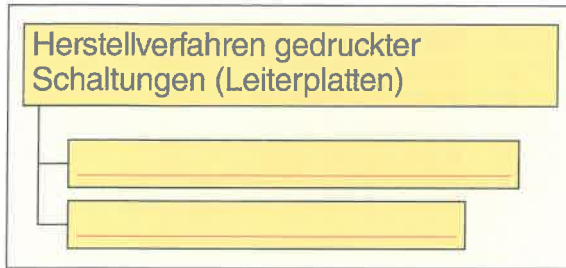
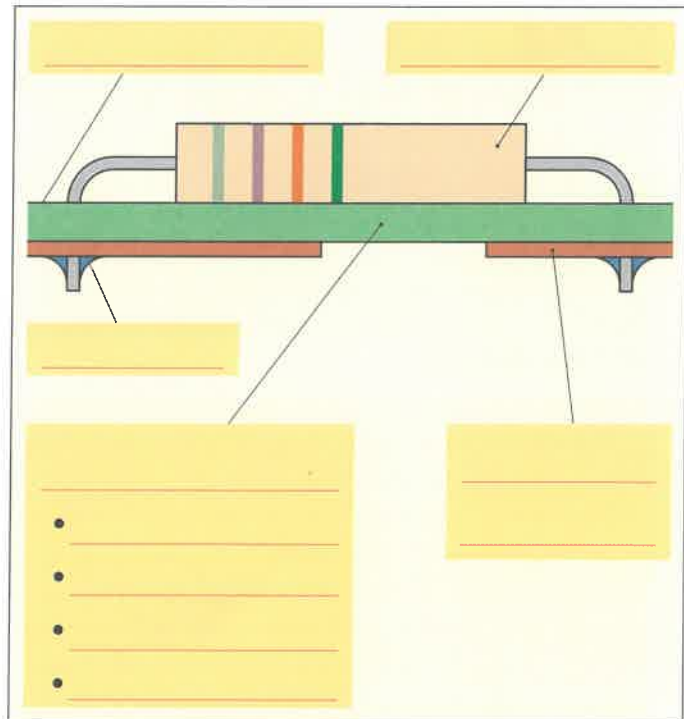

Bild 1: Herstellverfahren gedruckter Schaltungen
Bild 2: Querschnitt durch eine bestückte Leiterplatte
1. Ergänzen Sie **Bild 1** und **Bild 2**.